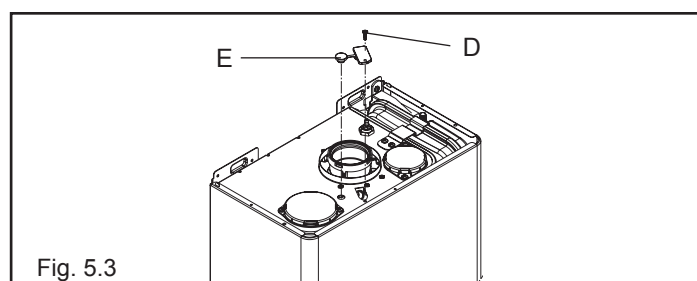

Fig. 5.3
- Rimuovere le vite e (E) e il coperchietto (D) sulla cassa aria (fig. 5.3)